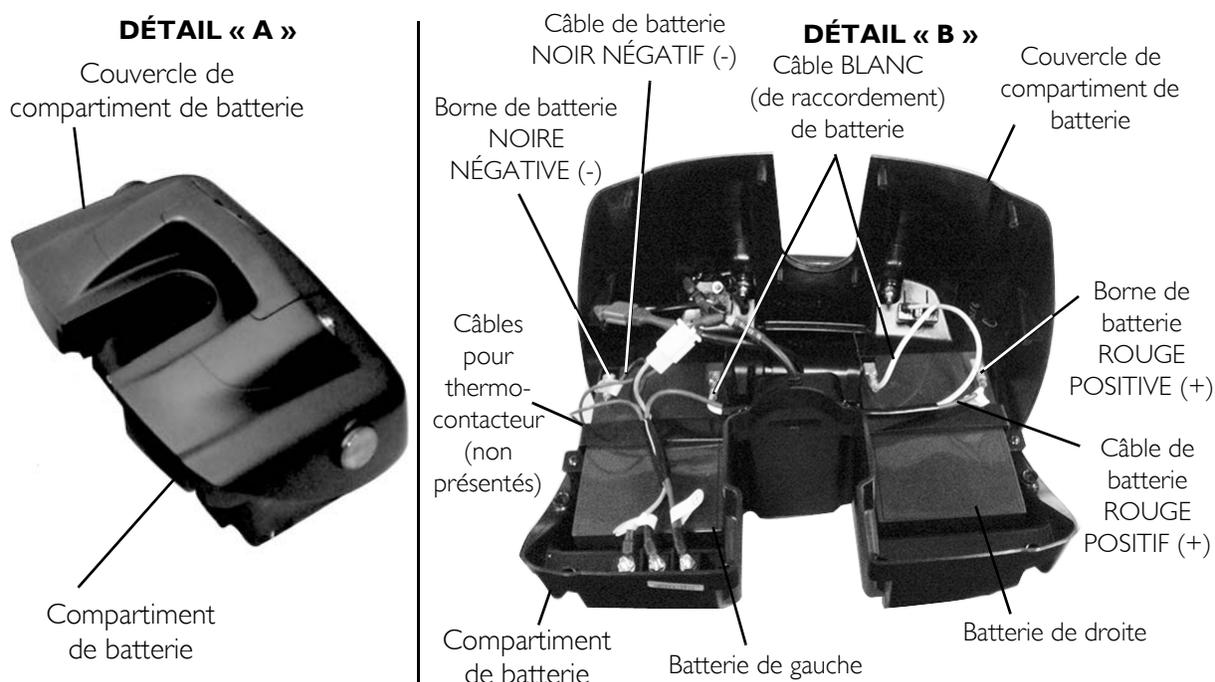

FIGURE 10.3 Retrait/installation des batteries
Au moment de brancher les câbles de batterie aux batteries, les câbles de batterie **DOIVENT** être branchés aux bornes comme indiqué **FIGURE 10.3**, afin d'éviter des dommages à la batterie.
REMARQUE : Pour cette procédure, se reporter à la FIGURE 10.3.
3. Retirer les douze vis de montage (non illustrées) qui fixent le haut du compartiment de batterie au compartiment de batterie (Détail « A » de FIGURE 10.3).
4. Débrancher le faisceau de câbles des batteries en tenant les connecteurs et en les tirant dans l'ordre suivant (Détail « B » de FIGURE 10.3) :
3. Brancher le faisceau de câbles sur les batteries dans l'ordre suivant (Détail « B » de FIGURE 10.3) :
4. Remettre le haut du compartiment de batterie et fixer avec les douze vis de montage (Détail « A » de FIGURE 10.3). Serrer fermement.